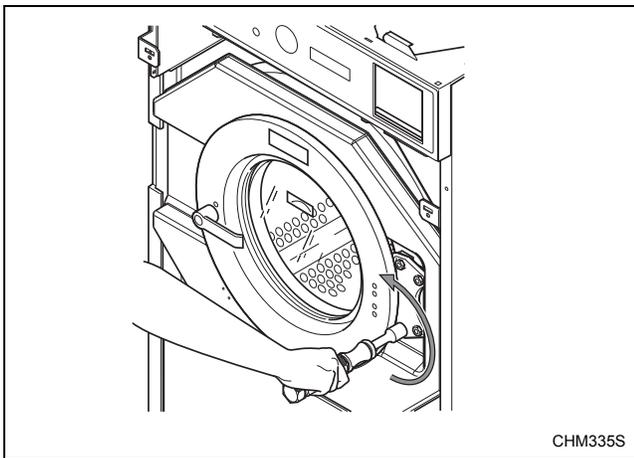

Figura 54
4. Cambie de posición el asidero para permitir que el pasador de seguridad se mueva debidamente. Comience aflojando las tuercas de las bisagras de la puerta con la puerta cerrada y el asidero de la puerta enganchado. Consulte la *Figura 54*.